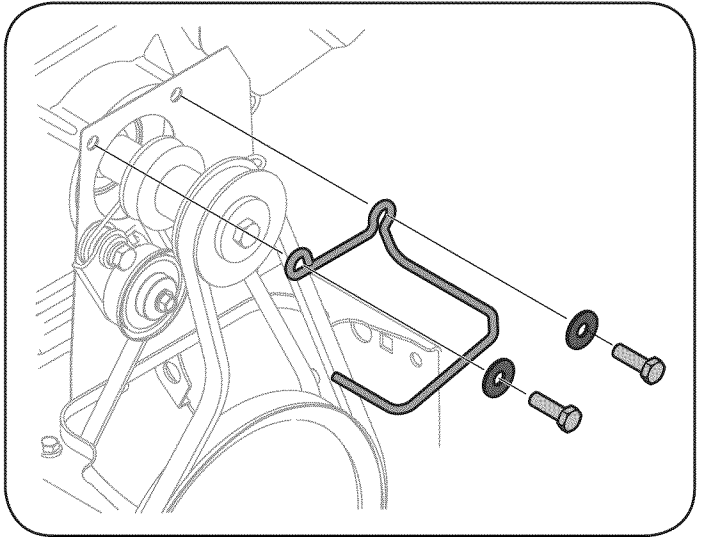

Figura 25
3. Afloje y retire los dos tornillos y arandelas planas que aseguran la guía de la correa. Vea la Figura 25. Retire la guía de la correa.